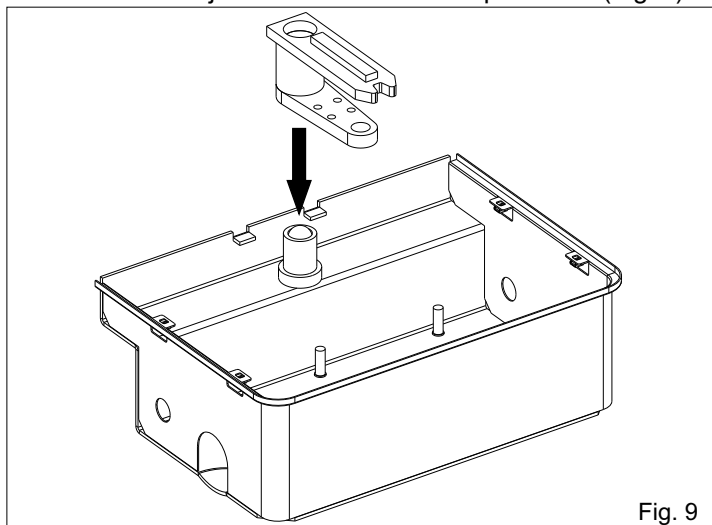
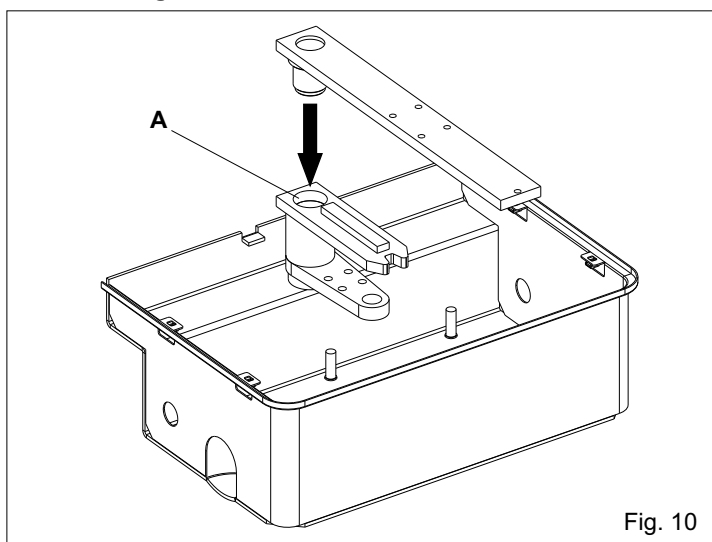

Fig. 9
Fig. 10
2.5. Insertar el conjunto manilla en el arbol perforado (Fig. 9)
2.6. Engrasar abundantemente el hueco A e insertar el conjunto hoja (Fig. 10)
**N.B.: A insertar los conjuntos engrasar los mismos equipado con grasa (Fig.8, Fig.9, Fig.10).**